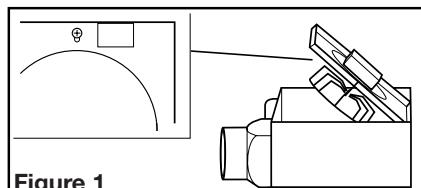

Figure 1
- Retirer l’ensemble venturi du ventilateur, lequel est fixé en place par une vis au travers du venturi (**Figure 1**). C’est une vis imperdable et elle demeurera installée dans le venturi. Garder l’ensemble venturi et la grille dans la boîte jusqu’à ce que vous en ayez besoin pour qu’ils ne soient pas endommagés ou perdus.